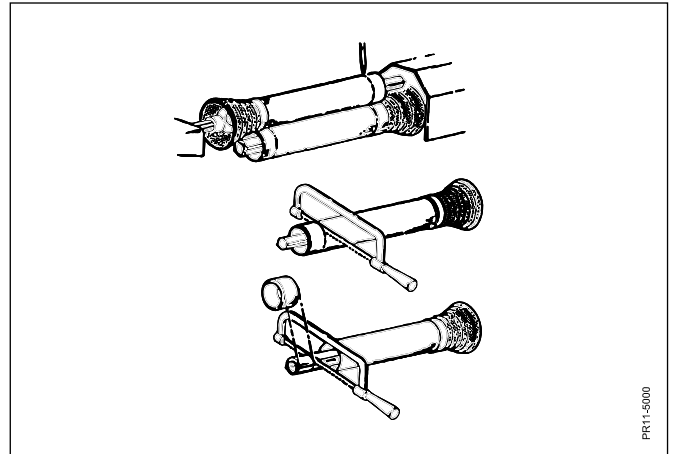

Fig. 2
- FIG. 2** Kontrollera kraftöverföringsaxelns längd.